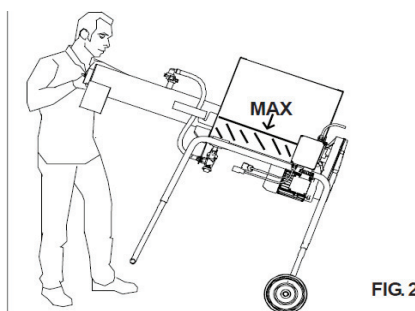
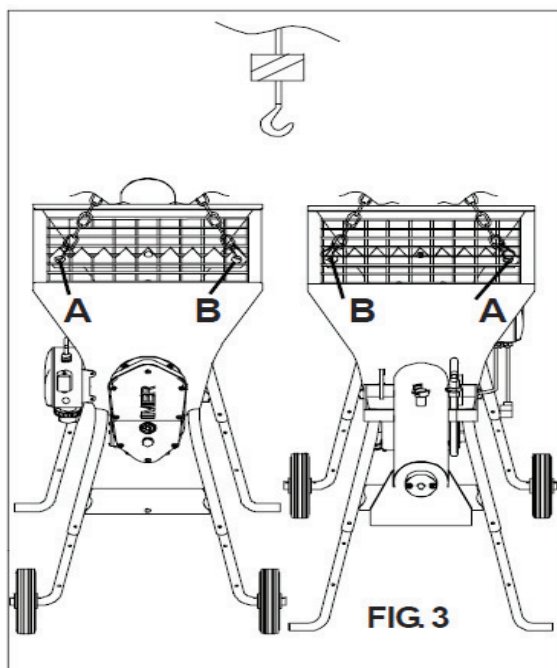

FIG. 2
FIG. 3
8. TRANSPORTIERBARKEIT (siehe Abb. 2 und Abb. 3)
Den Mischer an den Transportgriffen anheben und in die gewünschte Richtung schieben (Abb. 2).
- ACHTUNG! Die Maschine darf ausschließlich anhand der in Abb. 3 gezeigten Hubpunkte angehoben werden.
Die Maschine anhand der hierfür vorgesehenen vier Ringe transportieren (Abb. 3).